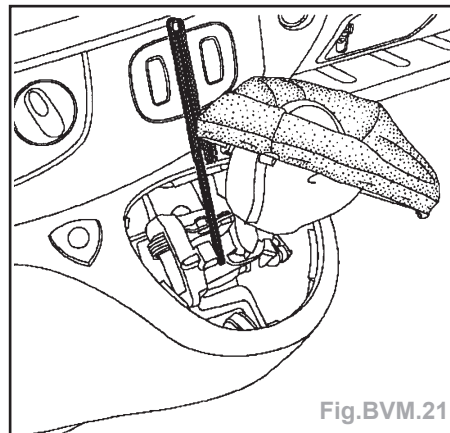

Fig.BVM.21
- Le jeu correct est (Fig.BVM.21) :